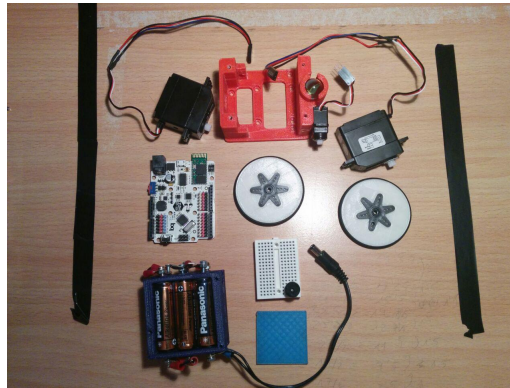

Figura 18: Las partes que necesitamos para el chasis principal
1. **Las piezas para el chasis:** Las piezas para el chasis son la de la figura 18